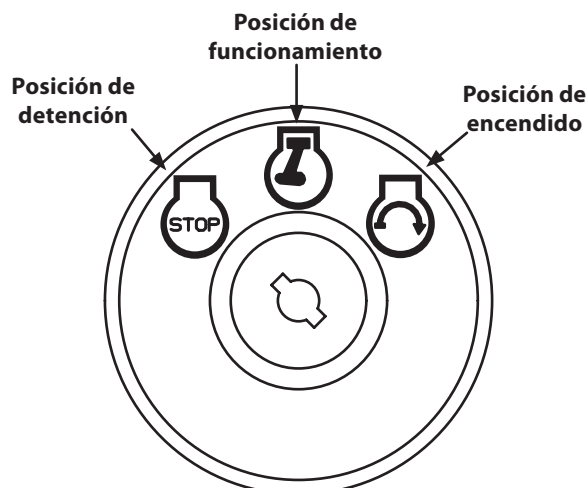

Figura 5-1
5. Gire la llave de encendido en sentido horario hasta la posición START y permitir motor gire hasta cinco segundos de cada ensayo loco hasta que empezar. Después de que arranque el motor, suelte la tecla. Se volverá a la posición RUN. Ver Figura 5-1.